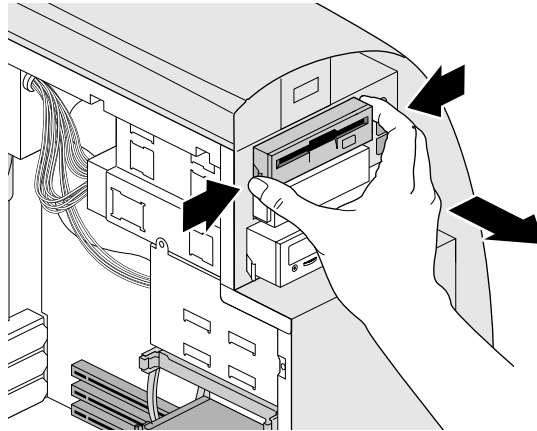

図 4-8 リムーバブルドライブの取り外し
5. ドライブ正面から、ドライブの側面にあるドライブスレッドのタブをつまんでドライブを引き出します（図 4-8）。